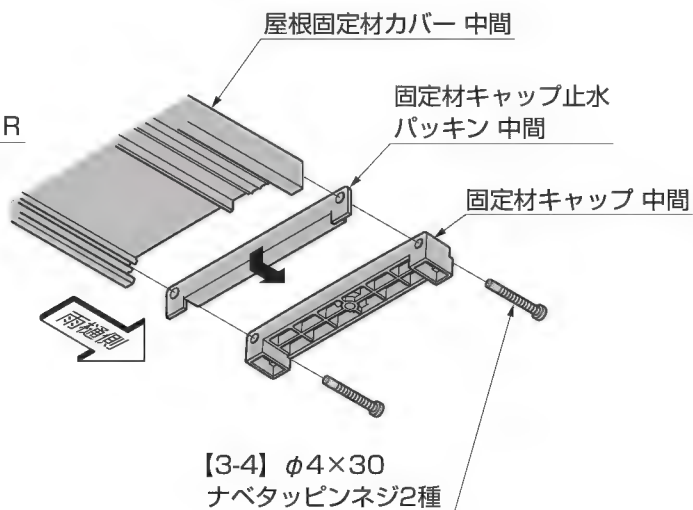

図9-11 中間部
- ②固定材キャップ止水パッキン 中間、固定材キャップ 中間を屋根固定材カバー 中間の雨樋側に【3-4】で取付けてください。(図9-11参照)
(4) 屋根固定材止水パッキンの取付け